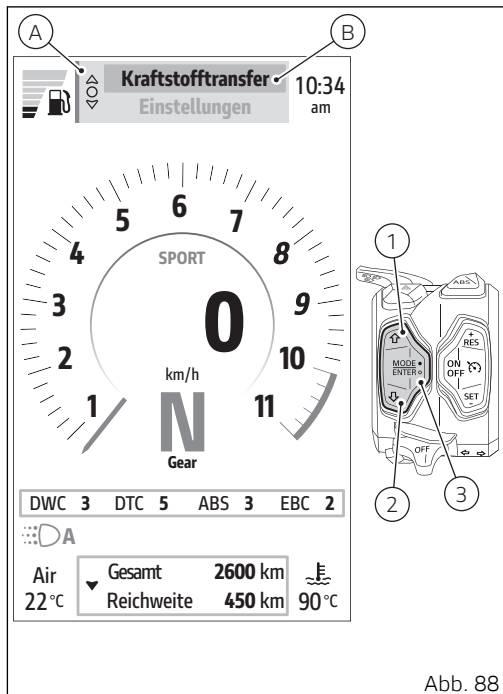

Abb. 88
Über die Tasten (1) und (2) im „Interactive Menu“ die Angabe „Kraftstofftransfer“ (B, Abb. 88) markieren, dann ENTER (3) drücken.